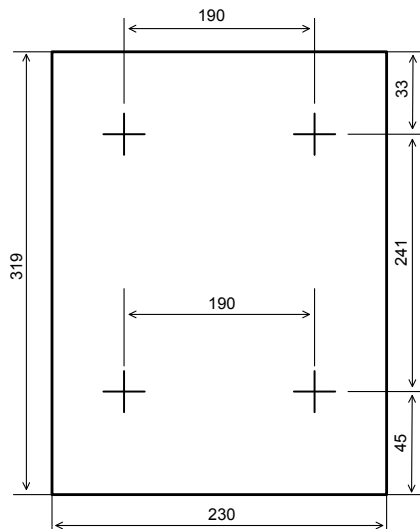

Рис. 2. Габаритно-установочные размеры
2.2.3 Закрепить РИП на стене в удобном месте. Габаритно-установочные размеры указаны на рис. 2.